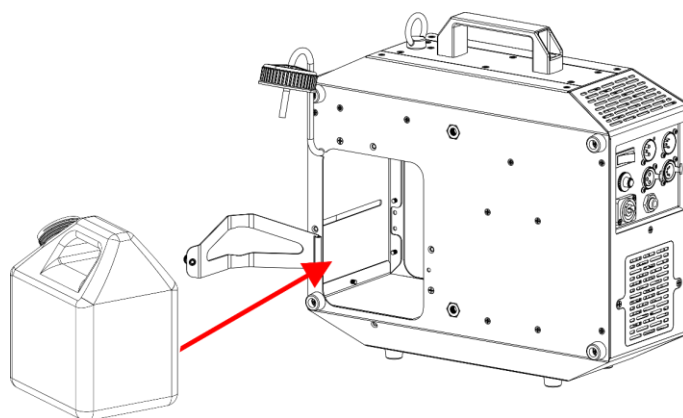

Fig. 21
- 16) Remplacez le **réservoir de liquide (02)** dans l'appareil, comme indiqué sur la Fig. 21.